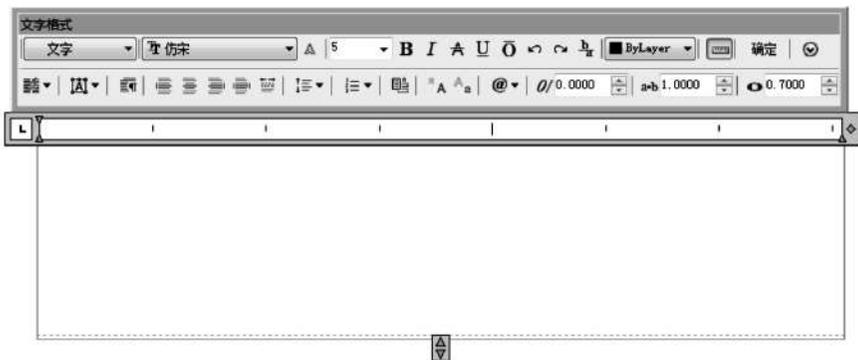

图 1-92 文字格式对话框
③此时会弹出“文字格式”对话框，如图 1-92 所示。选择“仿宋”，输入文字“基础说明”。